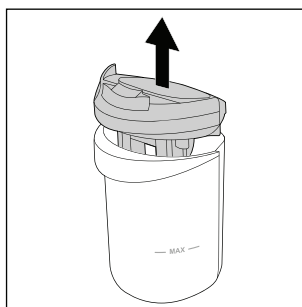

Fig. 21
- ◆ Estrarre il coperchio del contenitore dell'acqua sporca ❹ dal contenitore dell'acqua sporca ❷ tirandolo verso l'alto (vedere fig. 21).